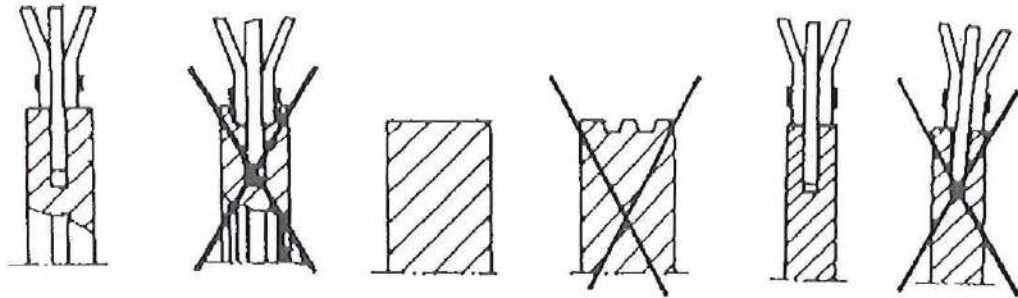

Abb. 1
- C.) Kontrolle der Kettenlauffläche auf Abnutzung an der Führungsschiene (Abb. 1)**